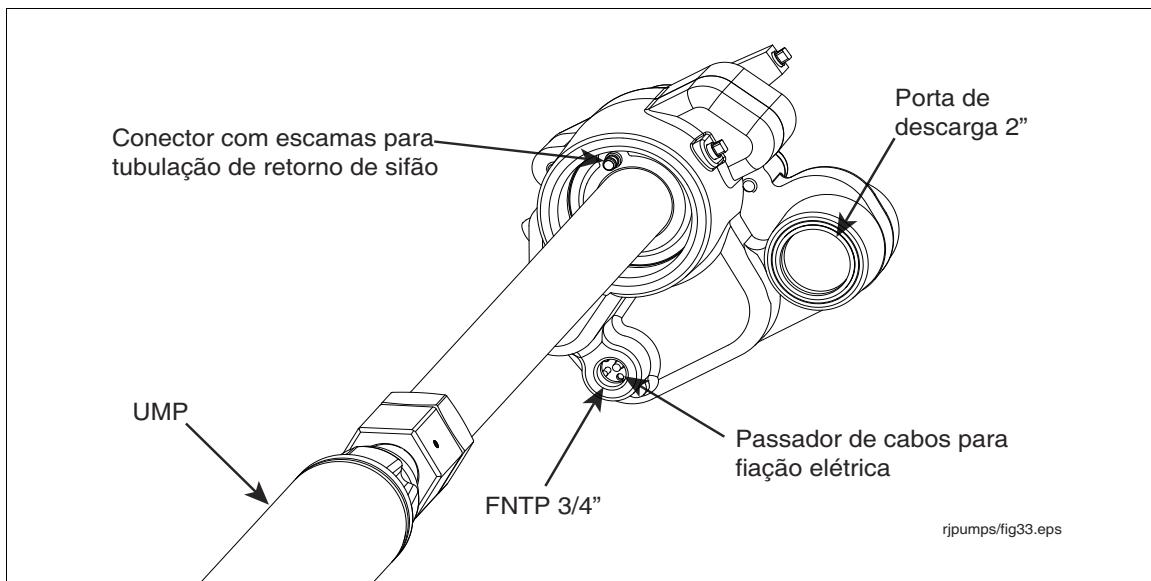

Figura 12. Localização do conector para tubo de retorno na carcaça
- Encaixe o tubo de retorno do sifão no conector farpado da base da carcaça e prenda com uma abraçadeira (ver Figura 12).